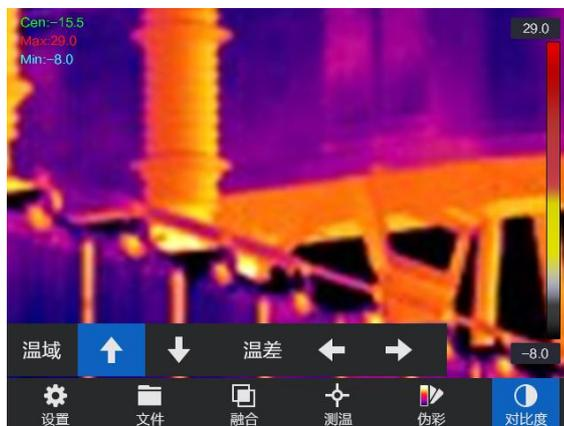

图4-9 手动调节
- 选择 “”，设置温差和温域参数，调节时，右侧的温标信息将随之改变，如图 4-9 所示。